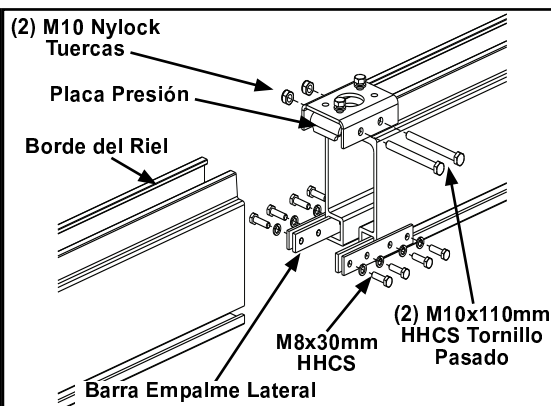
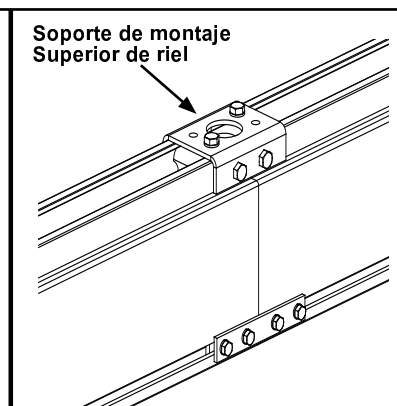

Figura 3-74
Figura 3-75
- Paso 4. Deslice soporte de montaje de riel y placa de sujeción juntos. Asegure que placa de sujeción está por debajo del borde del canal. Vea Figura 3-74.
- Paso 8. Apriete dos (2) M10 x 30 mm HHCS en soporte superior montaje de riel para alinear y asegurar dos (2) rieles. Apretar tornillos hasta que arandelas de presión estén planas. No apretar de más.
- Paso 9. Centre dos (2) barras laterales de empalme sobre el empalme.
- Paso 10. Tapriete ocho (8) M8 x 30 mm HHCS en barras laterales de empalme. Apretar tornillos hasta que arandelas de presión estén planas. No apretar de más. Verifique que la unión del empalme no tenga huecos o espacios. Vea Figura 3-75.
- Paso 11. Use soporte superior de montaje de riel como plantilla para marcar el riel y taladre dos (2) barrenos usando broca.
- Paso 12. Instale dos (2) M10 x 110 mm HHCS con tuerca nylock M10. **Apretar hasta que tornillos asienten + ¼ vuelta.** No apretar de más, puede doblar el soporte.